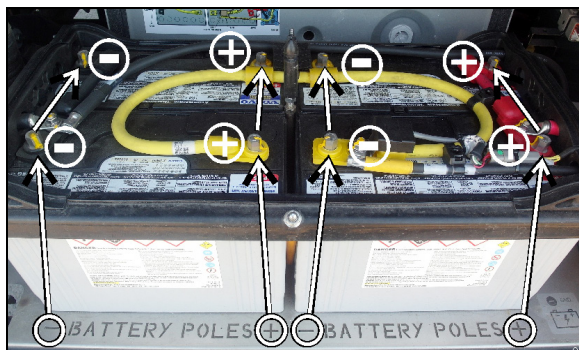

FIGURE 49: GROUPE DE BATTERIES INSTALLÉES
- Pour éviter une installation inappropriée concernant l'agencement de la polarité des batteries, un signe (+) et un signe (-) ont été gravés dans le métal de la plateforme. Lors de l'installation, faire coïncider le pôle positif et le pôle négatif avec les signes correspondants de la plateforme. (Figure 49)